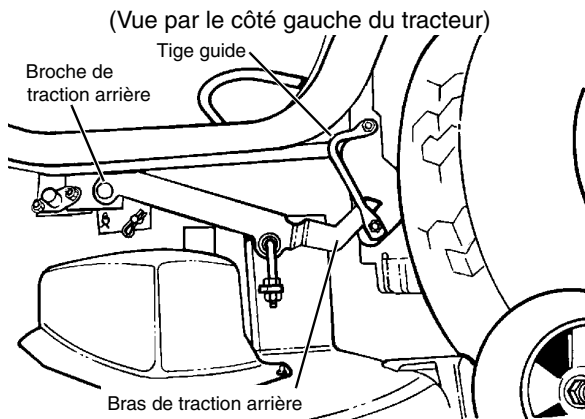

FIGURE 37
- Retirer les goupilles et deux broches de traction arrière qui tiennent les supports de traction arrière sur le bâti de la tondeuse (voir FIGURE 37).
- Descendre le levier de levage du bloc tondeuse à sa position la plus basse, tout en centrant les bras de traction arrière sur les tiges guides (voir FIGURE 37).